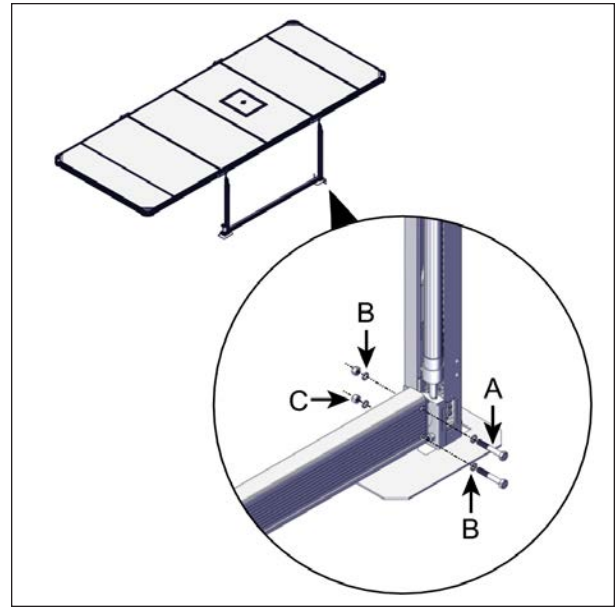

FIGURE 70: INSTALLATION DU PROFILÉ EN U
4. Installer le profilé en U au-dessus de l'arbre d'entraînement tubulaire. Le profilé en U se fixe sur le support des vérins motorisés et non motorisés. Fixer en place en utilisant la quincaillerie fournie : 4 vis hexagonales de 5/16 po x 2 po, 4 écrous de blocage à insertion de nylon de 5/16 po et 8 rondelles de nylon de 5/16 po. Utiliser une clé à rochet avec une douille de 13 mm (1/2 po), voir Figure 70.